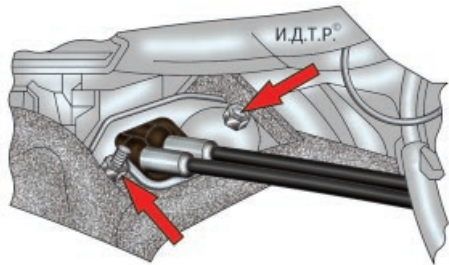

Рис. 6.5. Крепление уплотнителя тросов управления коробкой передач
15. Отверните две гайки (показаны стрелками на рис. 6.5) крепления уплотнителя тросов и извлеките тросы в салон, поочередно вынимая их наконечники через отверстие в тоннеле пола.